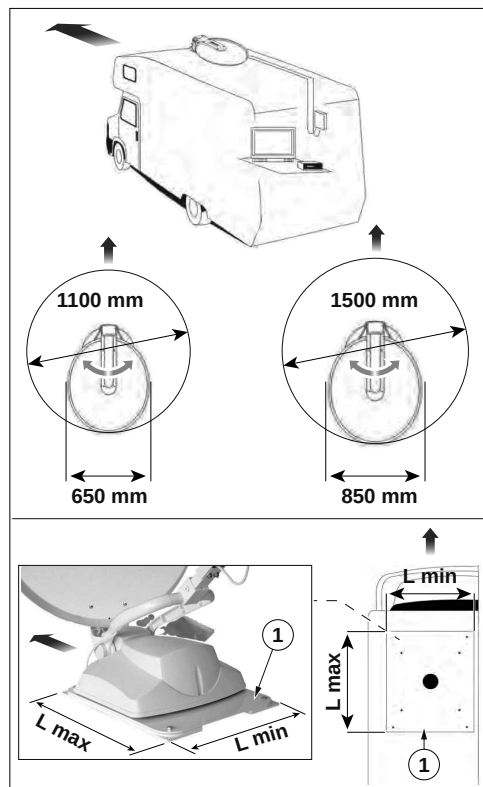

Fig. 7
2. Maak de onderkant van de onderplaat (1) goed schoon en breng op het hele oppervlak een laag siliconenlijm (2) aan (bijv. Sikaflex).
3. Breng de bedradingskabels die uit de gemotoriseerde buitenunit (3) lopen "Motorkabel" (4) "Coaxkabel" naar de voor- of achterkant van de montageplaat aan, in de lengte van de rijrichting van het voertuig.
4. Bevestig de gemotoriseerde buitenunit op het dak van het voertuig en houd de installatiemogelijkheden die hiervoor getoond zijn aan ("Fig. 7").